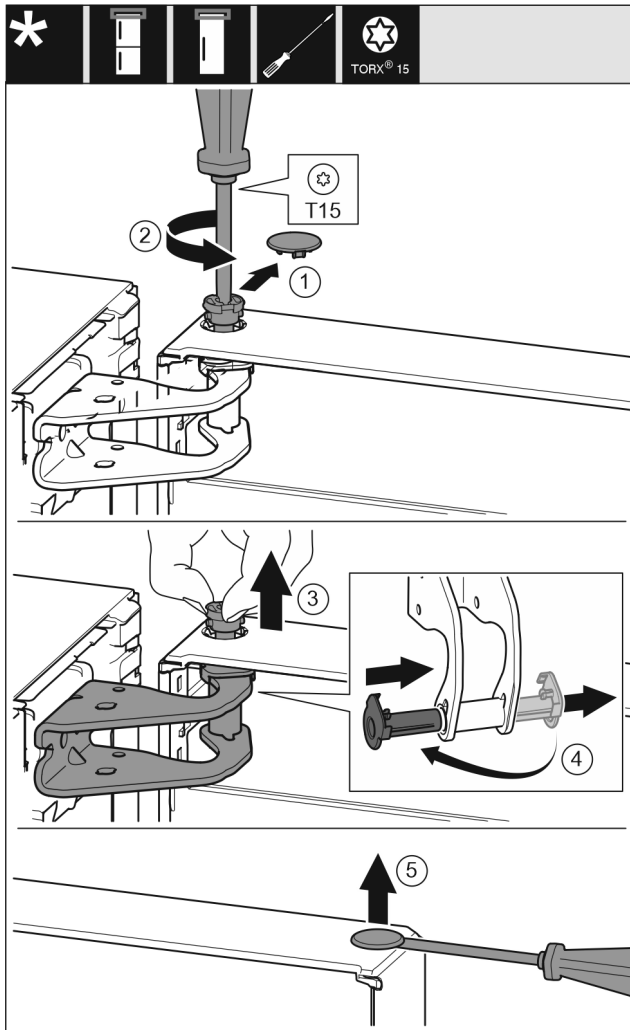

Fig. 9
- ▶ Ta försiktigt av blindlocket. Fig. 9 (1)
- ▶ Skruva ut bulten en bit med torxskruvmejsel T15. Fig. 9 (2)
- ▶ Håll fast dörren och dra ut bulten med fingrarna. Fig. 9 (3)
- ▶ Dra ut lagerbusningen ur hålen. Sätt in den från den andra sidan så att den går i lås med ett klick. Fig. 9 (4)
- ▶ Bänd försiktigt upp pluggarna från dörlagerbusningen med en spårskruvmejsel och dra ut dem. Fig. 9 (5)